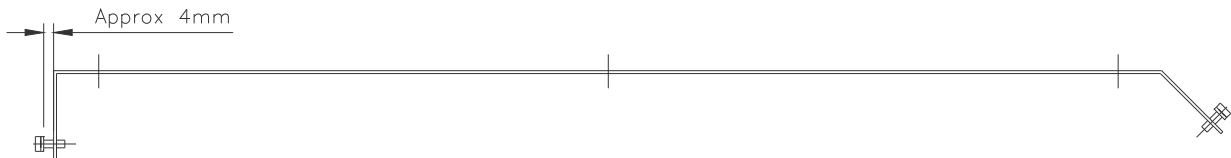

Fig. 4
2. **Takskinnen bøyes i begge ender som vist på fig. 4 side 5.**